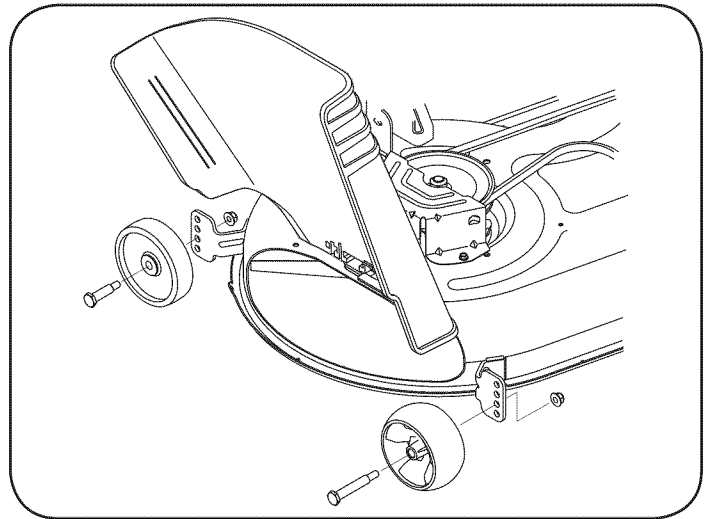

Figura 4
- b. Retire las ruedas de calibración delanteras y traseras retirando las contratuerca y los tornillos con reborde que las sujetan a la plataforma. Vea la Figura 4.